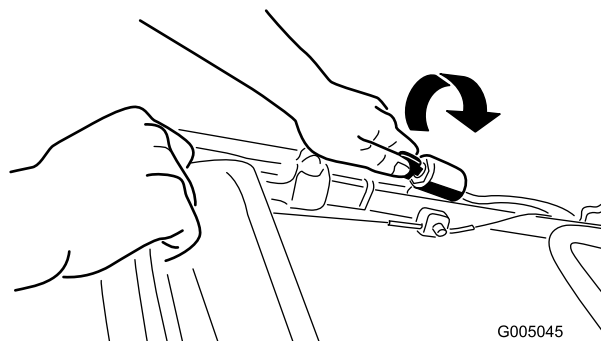
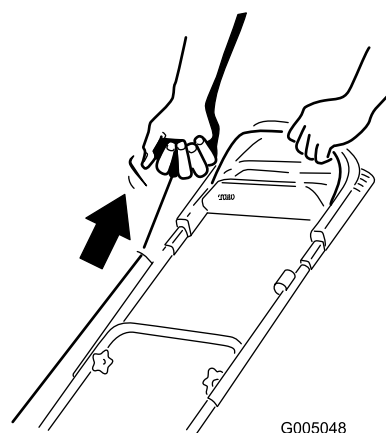

Figure 15
Figure 16
3. Tournez la clé de contact (Figure 15) (modèles 20098 uniquement) ou tirez la poignée du lanceur (Figure 16).